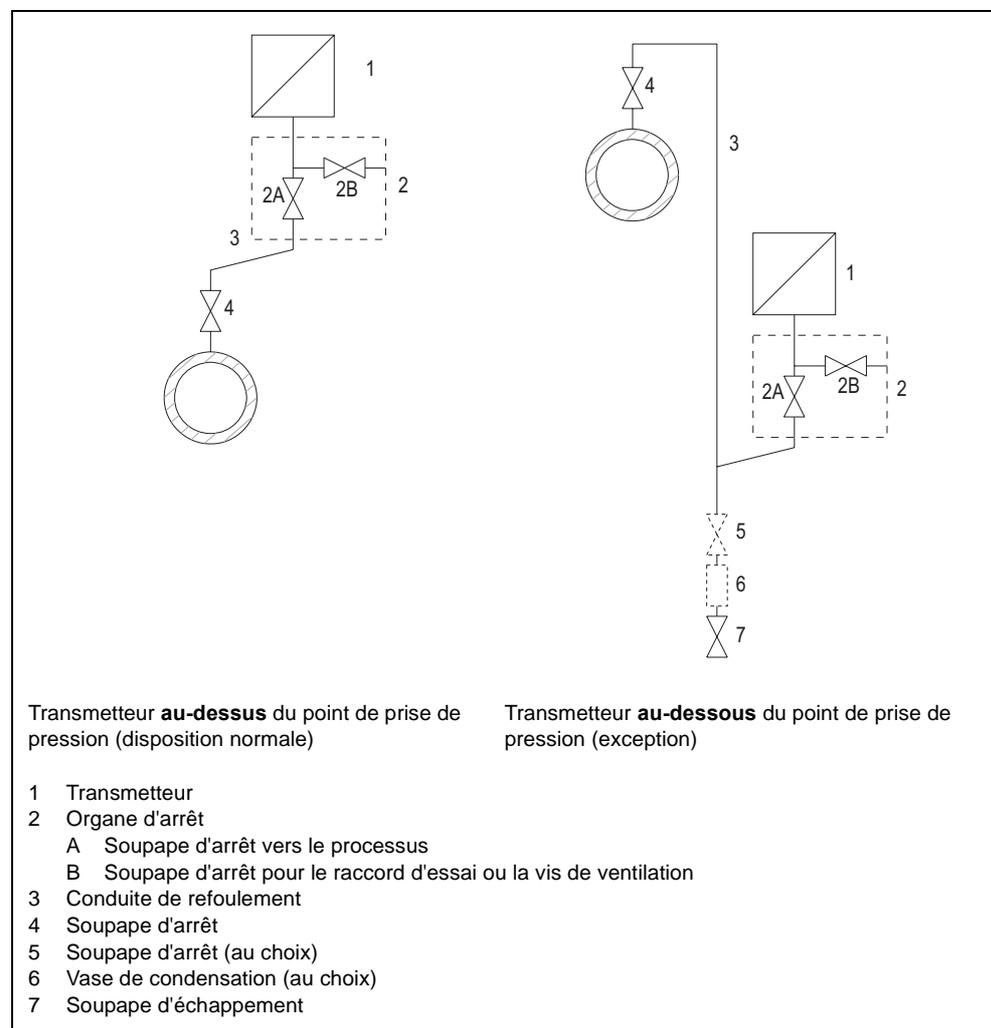

Figure 41 Mesure de gaz
Une utilisation erronée ou incorrecte des soupapes (Figure 41 et suiv.) peut être à l'origine de blessures corporelles graves ou de dommages matériels importants.
1. Ouvrez la soupape d'arrêt (Figure 41, 2B).
2. Appliquez au transmetteur la pression qui correspond au début de mesure par le raccord d'essai de l'organe d'arrêt (2).
5. Ouvrez la soupape d'arrêt (4) sur la tubulure de prise de pression.